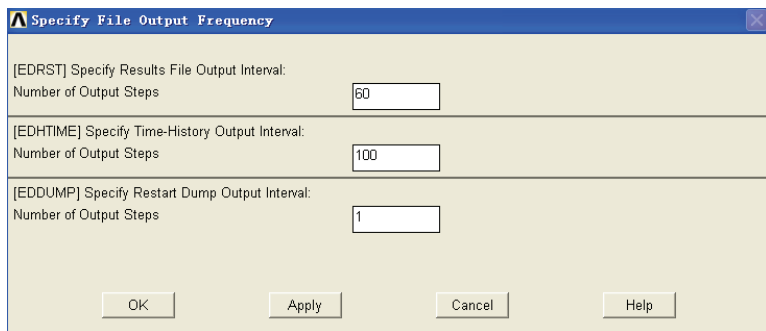

图 5-266 结果文件输出频率设置对话框
2) 选择 Main Menu | Solution | Output Controls | File Output Freq | Number of Steps 命令, 出现 Specify File Output Frequency 对话框, 参照图 5-266 对其进行设置, 单击 OK 按钮关闭该对话框。